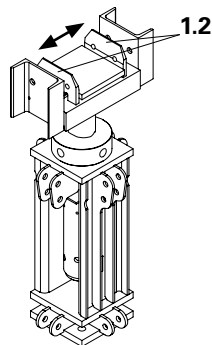

Fig. 32
4. Estrarre le ganasche di centratura (1.2) spostandole fino al fine corsa. (Fig. 32)